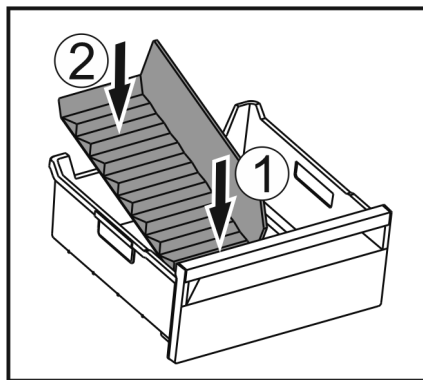

Fig. 209
- Ievietojiet ledus gabaliņu nodalījuma sadalītāja priekšējo daļu. Fig. 209 (1)
- Nolaidiet ledus gabaliņu nodalījuma sadalītāja aizmugurējo daļu līdz atvilktnes pamatnei. Fig. 209 (2)